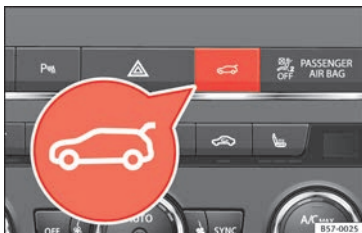

Fig. 130 Console centrale : touche d'ouverture et de fermeture du hayon du coffre à bagages
- **OU** : appuyez pendant au moins une seconde sur la touche de la console centrale » fig. 130. La touche s'allume même lorsque le contact d'allumage est coupé.
- **OU** : appuyez sur la touche de la console centrale jusqu'à ce que le hayon du coffre à bagages se verrouille » fig. 130.